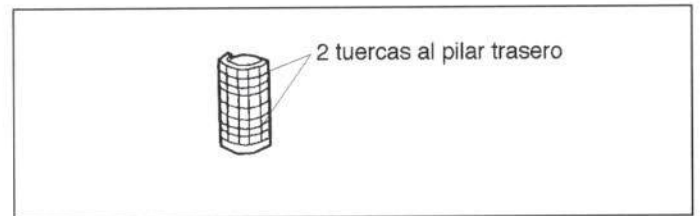

Figura 49.- Unión del piloto trasero.
En la figura 49 se muestra la unión de este elemento.
- Piloto (figura 49).